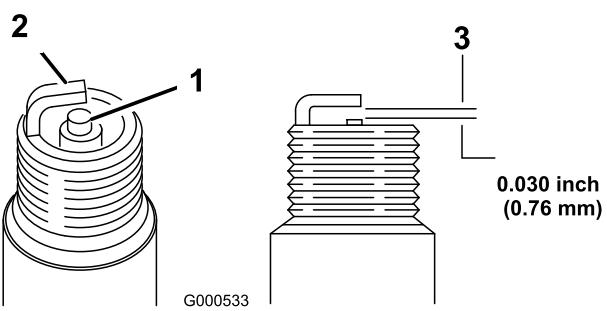

Figura 28
5. Regolate la distanza tra gli elettrodi della candela a 0,76 mm (Figura 28).